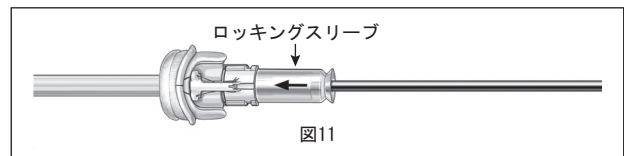

図11
14. ロックングスリーブが正しい位置まで到達してカチッという音がするまで、アダプタの上に進めます (図11)。